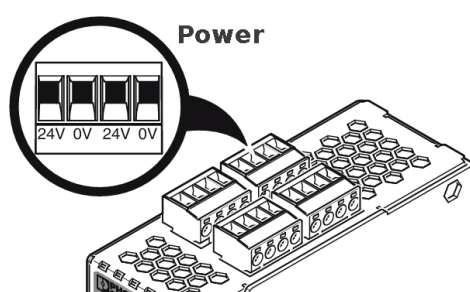

Bild 8-4 Versorgungsspannung anschließen
- Stecken Sie die Schraubklemmen auf die vorgesehenen Buchsen auf der Oberseite des Geräts (siehe Bild 8-4).